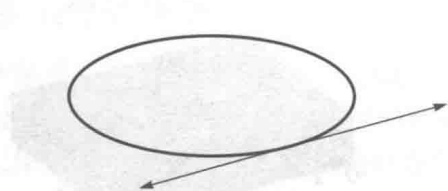

图 1-10 圆与圆弧方式
① 选择菜单“工具”→“坐标系”→“创建坐标系”命令,在立即菜单中选择“圆或圆弧”方式。
② 拾取圆或圆弧,选择 x 轴位置(圆弧起点或终点位置),如图1-10所示。
③ 弹出输入框,在此输入坐标系名称,按回车键确定。
(5) 曲线切法线方式:指定曲线上一点为坐标原点,以该点的切线为 x 轴,该点的法线为 y 轴,生成新的坐标系。